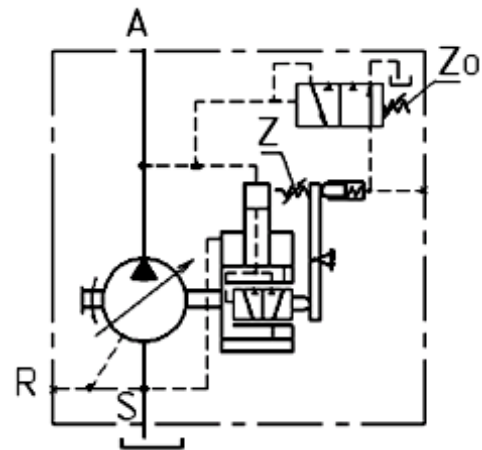

Рисунок 18 – Гидравлическая схема насосов с регулятором постоянной мощности и клапаном отсечки в линии высокого давления.
- потребляемая мощность $N_{п}$, при необходимости, может быть изменена регулировкой винта Z (см. рисунок 18).